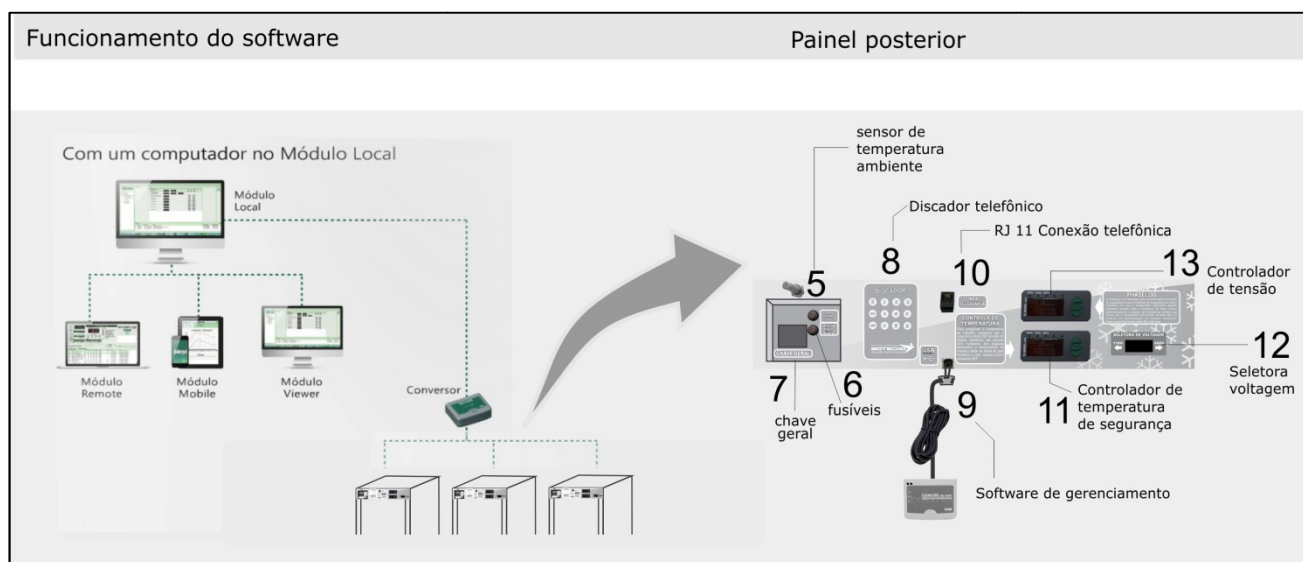

Figura 03
11 - CONTROLADOR DA ENERGIA ELÉTRICA (ACESSÓRIO OPCIONAL) (Figura 03 - item 13)